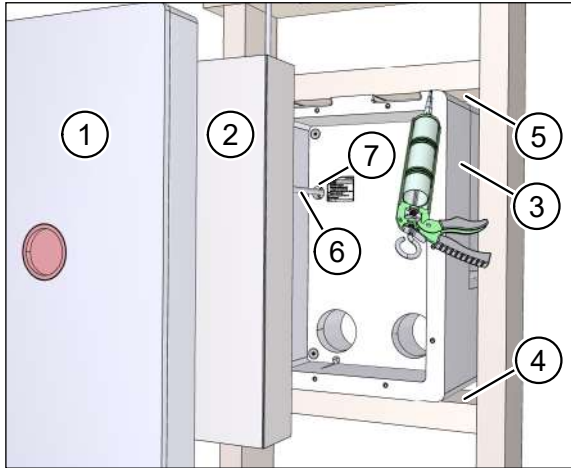

Abb. 20: Mauerkasten einsetzen und fixieren
- ▶ Entfernen Sie den Putzschutzdeckel (Pos. 1 in Abb. 20) und die Kartoneinlage (Pos. 2 in Abb. 20) vom Mauerkasten (Pos. 3 in Abb. 20).
- ▶ Bestreichen Sie die Oberseite des unteren Riegels (Pos. 4 in Abb. 20) und die Unterseite des oberen Riegels (Pos. 5 in Abb. 20) mit Montagekleber.
- ▶ Fädeln Sie das Netzkabel und ggf. das Steuerkabel (Pos. 6 in Abb. 20) durch den Kabeleinlass im Mauerkasten (Pos. 7 in Abb. 20).